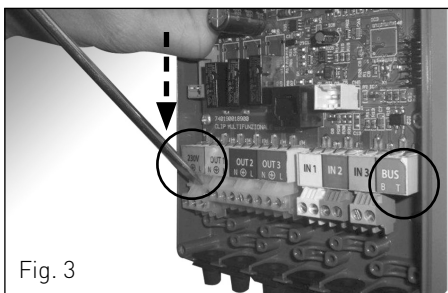

Fig. 3
- Quitar con delicadeza los dos conectores al extremo del tablero de bornes (fig. 3).